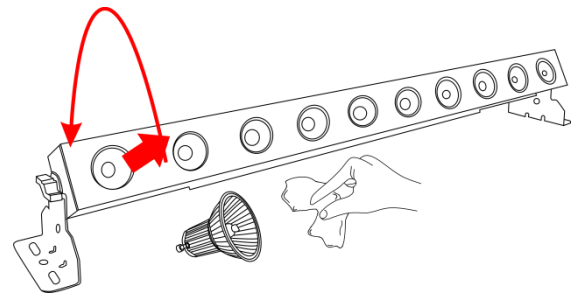

Fig.06
- 04) Spingere e girare la lampada in senso anti-orario, quindi togliere la lampada (Fig. 06).